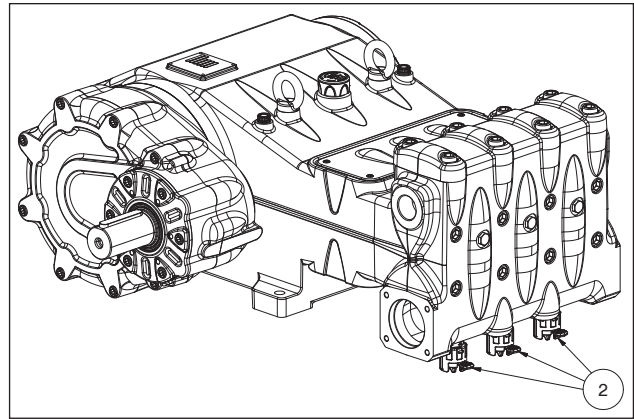
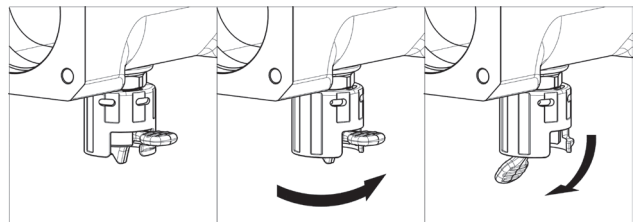

Fig. 9
Fig. 10
**In caso di stoccaggio prolungato o inattività per lungo periodo occorre ripristinare il corretto funzionamento delle valvole di aspirazione aprendo i tre dispositivi alzavalvola (vedere pos. ② Fig. 9). Accertarsi di aver richiuso le valvole prima dell'avviamento della pompa. Per le posizioni di "lavoro" e di "riposo" vedere Fig. 10.**